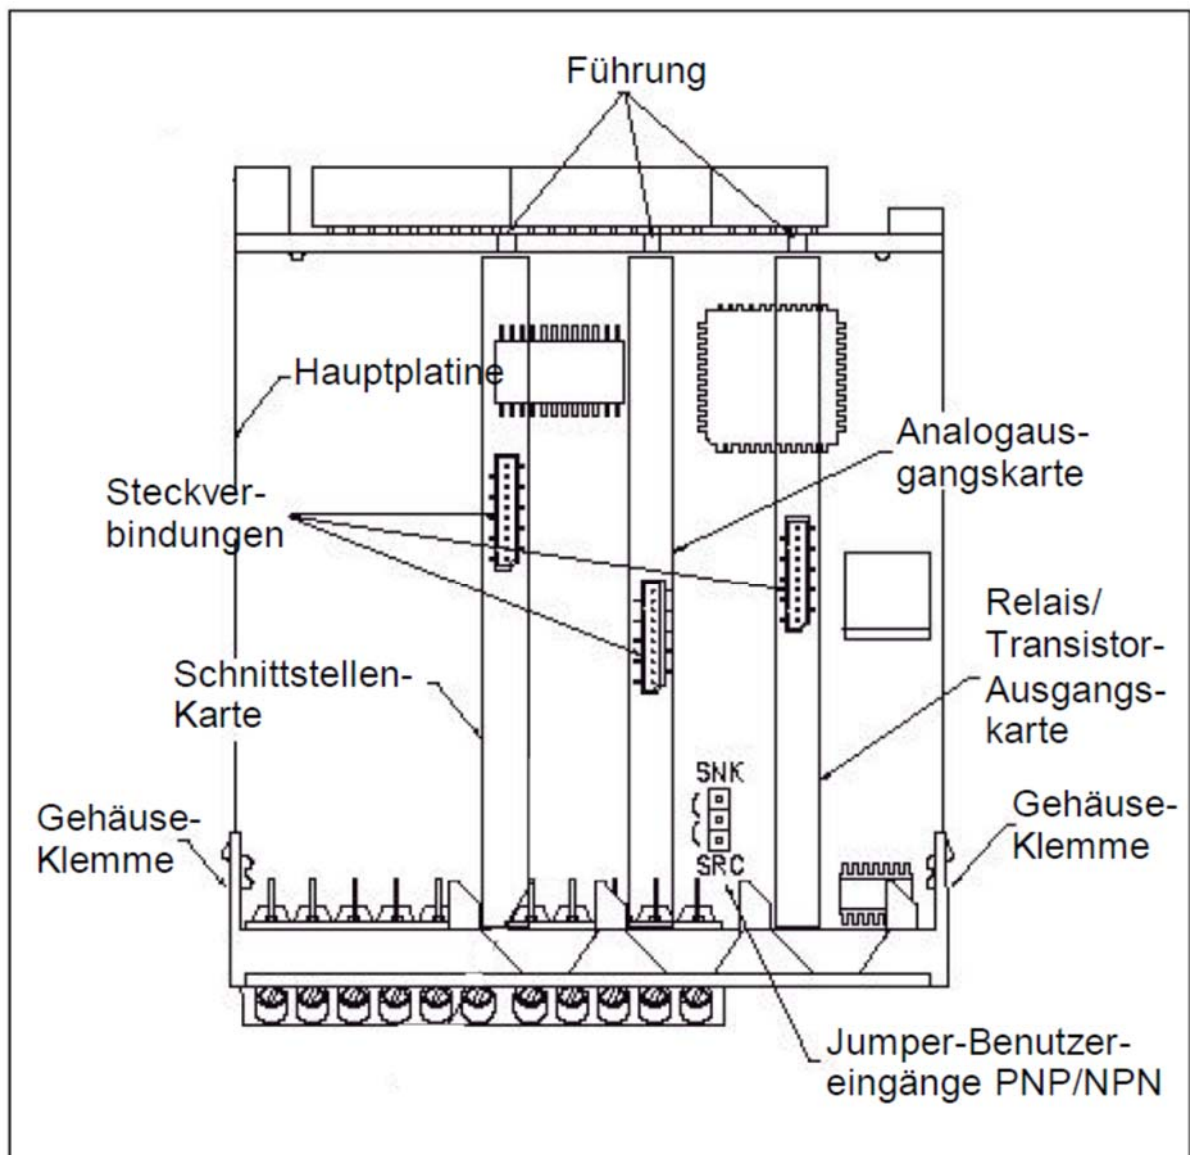

Bild 6.1 Ausgangskarten
Die Ausgangskarten haben feste Einbaupositionen. Die Steckverbinder der Karten sind so konstruiert, dass jede Karte nur auf eine bestimmte Position passt. Die Einbauposition der Karten ist aus Bild 6.1 ersichtlich.
2. Stecken Sie die Ausgangskarte auf den entsprechenden Steckplatz (siehe Bild 6.1).